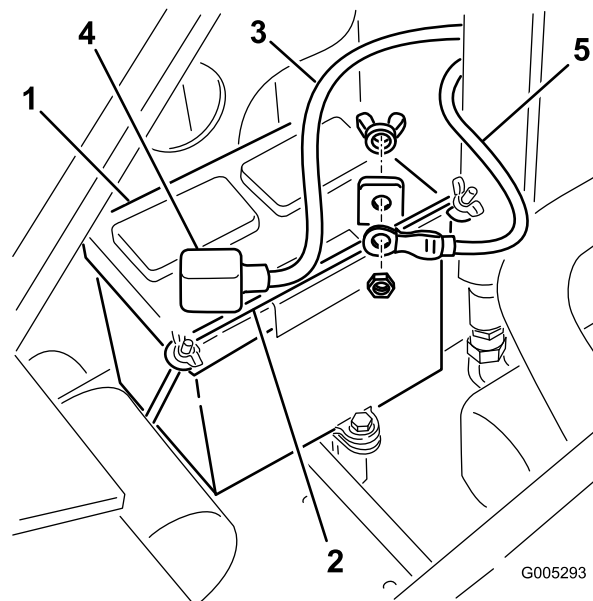

Figure 27
4. Enlevez les écrous papillons et la barre de fixation de la batterie (Figure 27).
9. Placez la batterie dans le châssis (Figure 27).
10. Fixez la batterie dans le châssis (Figure 27).
11. Connectez le câble positif (rouge) à la borne positive (+) de la batterie à l'aide du boulon et de l'écrou papillon fournis avec la batterie (Figure 27). Glissez le capuchon en caoutchouc sur la borne de la batterie.
12. Connectez le câble négatif (noir) à la borne négative (–) de la batterie à l'aide du boulon et de l'écrou papillon fournis avec la batterie (Figure 27).